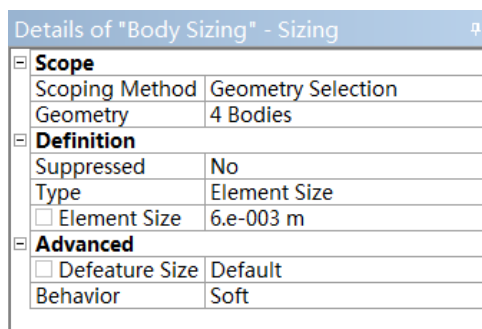

图 10-10 设置参数
- 步骤 02** 单击图形工具栏中的“选择体”按钮，然后执行菜单栏中的“Edit”（编辑）→“Select All”（选择所有）命令，选择所有的体，然后在参数列表中单击“Apply”按钮，并设置“Element Size”为“6.e-003m”，如图 10-10 所示。